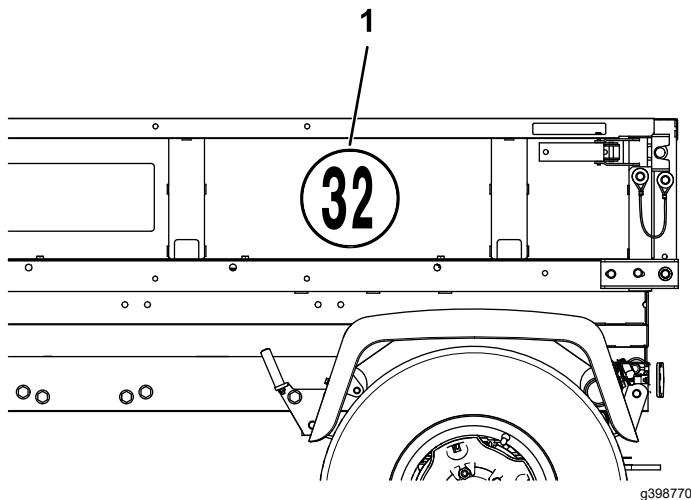

Рисунок 19
- На левой стороне грузового кузова прикрепите наклейку «Ограничение скорости» между вторым и третьим швеллерами, как показано на рис. Рисунок 19